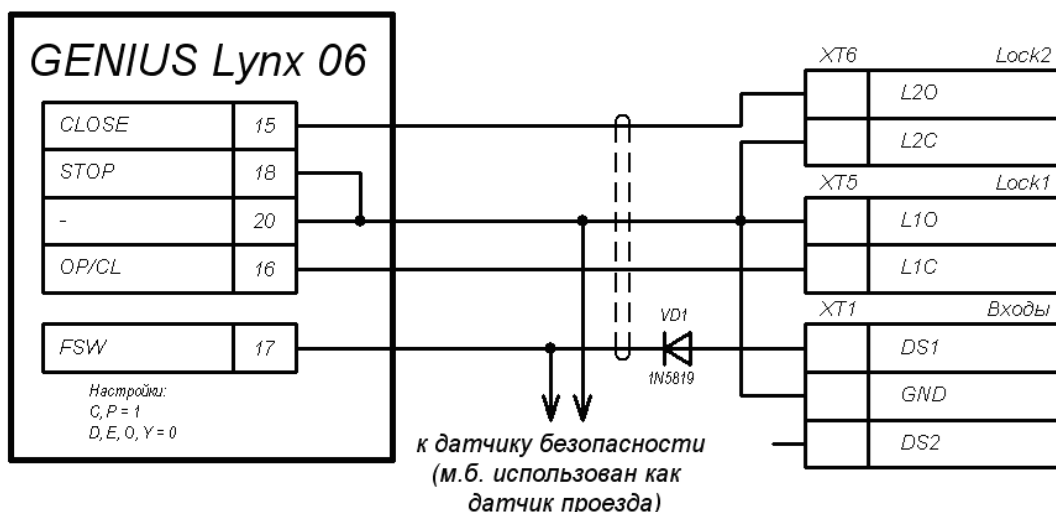

Рисунок 8. Схема подключения шлагбаума GENIUS SPIN с блоком управления LYNX 06 к контроллеру автотранспортной проходной
- Схема подключения шлагбаума GENIYS SPIN с блоком управления LYNX 06 представлена на рис. 8.